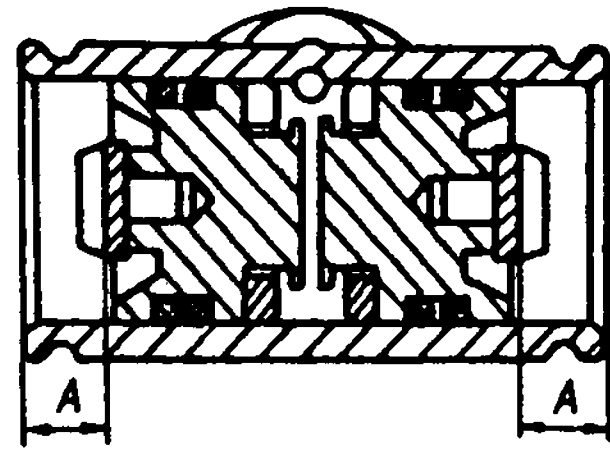

Рис. 8.19. Положение упорных колец в цилиндрах
2. Проверить расположение прорези упорного кольца автоматической регулировки, которая должна быть в вертикальной плоскости со стороны клапана прокачки. Глубина установки упорного кольца в колесном цилиндре должна соответствовать указанной на рис. 8.19.